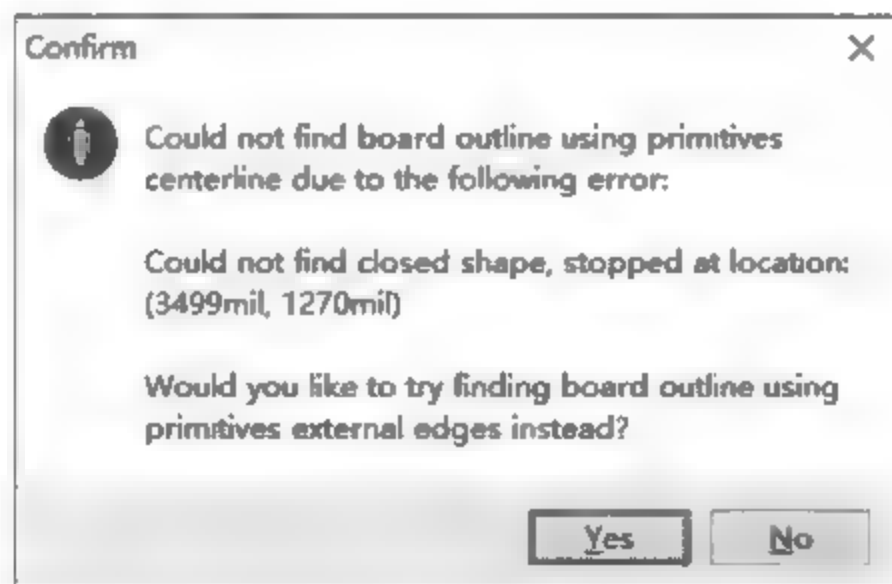

图 8-28 定义板框的错误提示
1. 定义 PCB 板框时, 出现 Could not find board outline using primitives... 的错误提示(如图 8-28 所示), 如何解决?